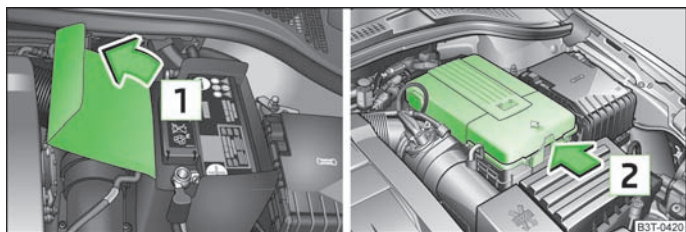

Fig. 165 Compartmentul motor: capacul din poliester al bateriei autovehiculului / capacul din material plastic al bateriei autovehiculului
Bateria se află în compartimentul motor în spatele unui capac din poliester » fig. 165 respectiv din plastic » fig. 165 sau în compartimentul lateral stâng al portbagajului » fig. 102.
- › Deschideți capacul bateriei în sensul indicat de săgeata , respectiv apăsați dispozitivul de blocare de pe lateralul capacului bateriei în sensul săgeții » fig. 165, rabatați capacul în sus și îndepărtați-l.
Marginea capacului din poliester » fig. 165 intră între baterie și peretele lateral al capacului, atunci când se efectuează lucrări la baterie.